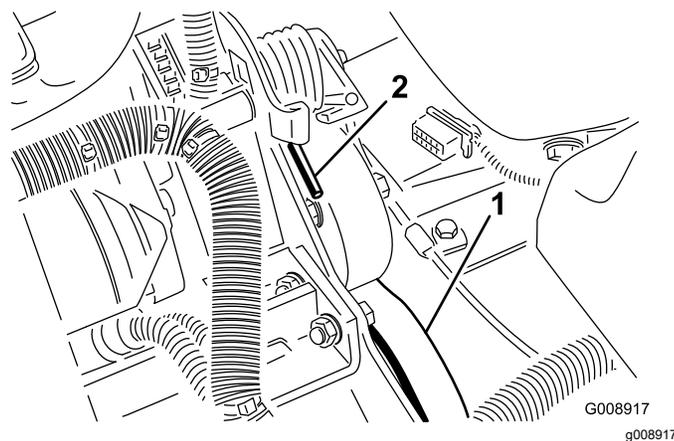

Figura 77
2. Premete l'estremità della molla e spingetela in avanti (Figura 77) per sbloccarla dalla staffa e rilasciare la tensione della molla.